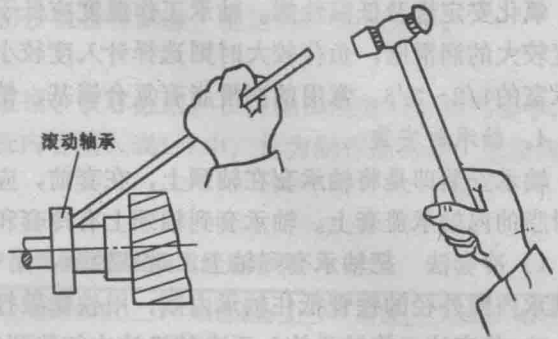

图 1-8 用金属棒敲打拆卸滚动轴承
2) 用金属棒拆卸 把金属棒顶住轴承内圈上, 用榔头敲打金属棒, 敲打时要沿轴承内圈的四周均匀用力, 把轴承敲出, 如图1-8所示。切勿用榔头直接敲打轴承, 以免把轴承敲坏。